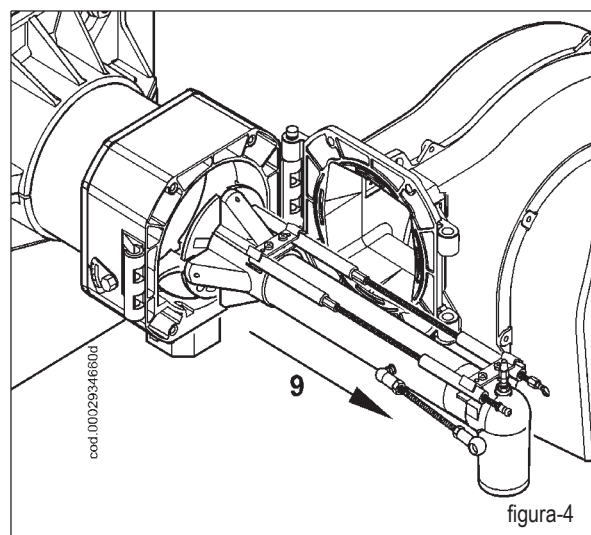

figura-4
Sollevare leggermente il raccordo mandata gas (8) (figura 3). e sfilare l'intero gruppo miscelazione nella direzione indicata dalla freccia (9) di figura 4. Completate le operazioni di manutenzione, procedere con il rimontaggio della testa di combustione, seguendo a ritroso il percorso sopra descritto, dopo aver verificato la corretta posizione degli elettrodi di accensione e di ionizzazione (vedi scheda).